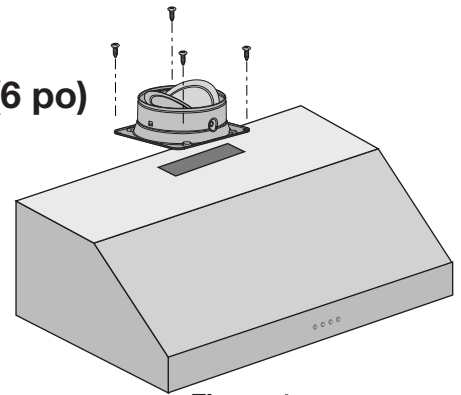

Figure 1
- Positionnez le régulateur de tirage circulaire sur le dessus de l'unité et fixez-le en place avec les vis fournies (Voir Figure 1).